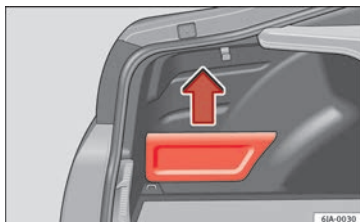

Fig. 160 Bagageira: compartimento para objetos.
– Agarre a tampa no seu lado superior e retire-a no sentido da seta » **Fig. 160**.